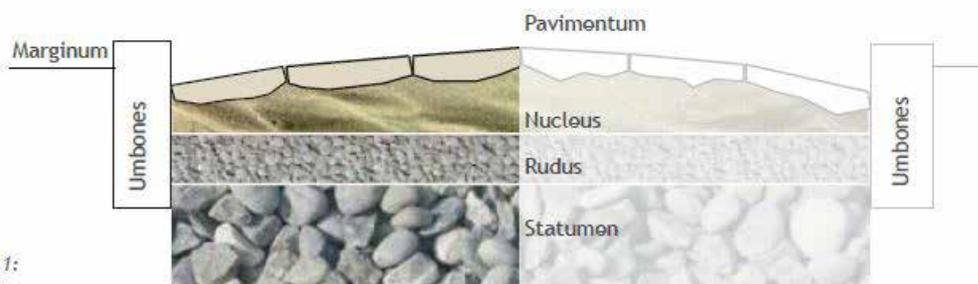

Figura 1.1:
- il pavimentum, o strato di usura. Il pavimentum delle strade principali era realizzato con i basoli, grandi pietre aventi superficie piatta e forma a cuneo, in modo da penetrare solidamente nel terreno. Le strade pavimentate con i basoli venivano chiamate viae lapidibus stratae (Figura 1.1) ed erano in genere le vie più importanti. Su di esse era possibile viaggiare assai rapidamente.